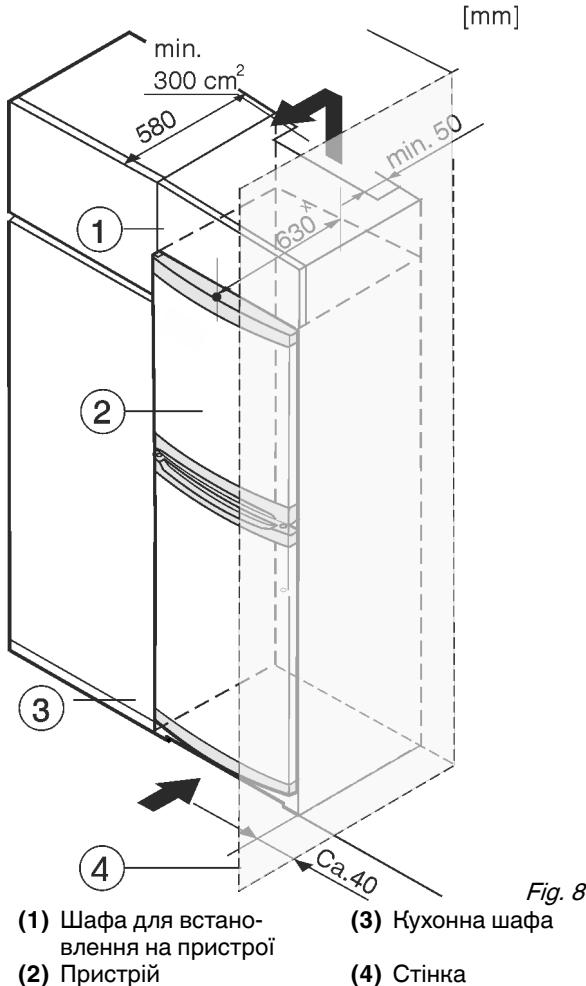

Fig. 8
Перед встановленням пристрію можна змінити його конструкцію відповідно до кухонної шафи. Щоб привести висоту пристрію Fig. 8 (2) у відповідність із розмірами кухонної ніші, можна встановити на нього спеціальну шафу Fig. 8 (1).
При комбінуванні з кухонними шафами (глибина макс. 580 мм) пристрій можна встановити безпосередньо поруч з кухонною шафою Fig. 8 (3). Пристрій виступає збоку на 34 мм і посередині на 50 мм відносно передньої панелі кухонної шафи.
Якщо пристрій встановлюється поряд зі стінкою Fig. 8 (4), відстань між пристроєм та стінкою повинна бути не менше 40 мм. Це відповідає необхідній відстані для ручки після відкривання дверцят.